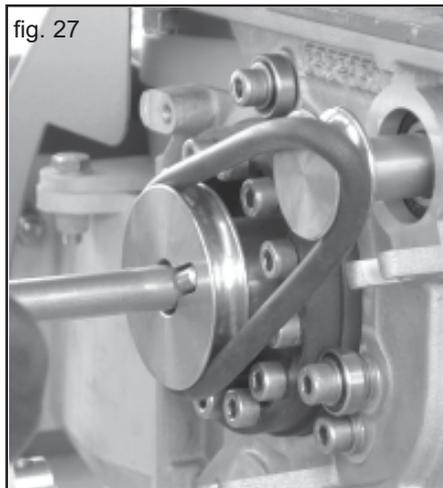

fig. 27
- Zum Abschalten der Rührwelle den Rundriemen ueber die Kante der Antriebsscheibe heben und auf der Gegenseite das Dosierrad leicht in Foerderrichtung drehen. Der Riemen springt ab (Abb. 27).